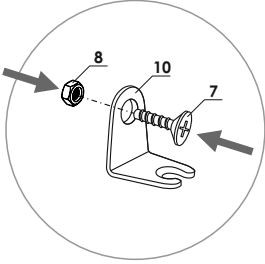

рис. 2.1
- 2.1 Возьмите монтажный уголок и в одно из отверстий вставьте винт М4 и накрутите на него гайку М4 на несколько витков (рис. 2.1);